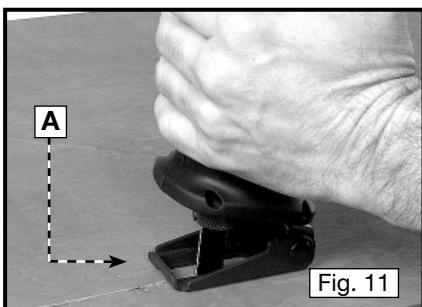

Fig. 11
La zapata (A) Fig. 11 sirve de apoyo durante los cortes. Su movimiento giratorio permite la inclinación gradual de la sierra hasta llegar a la posición perpendicular mientras se mueve hacia el operario.